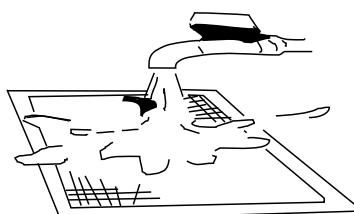

Рис. 2
- При промывании фильтра в воде держите его за грязненной поверхностью вниз (рисунок 2).